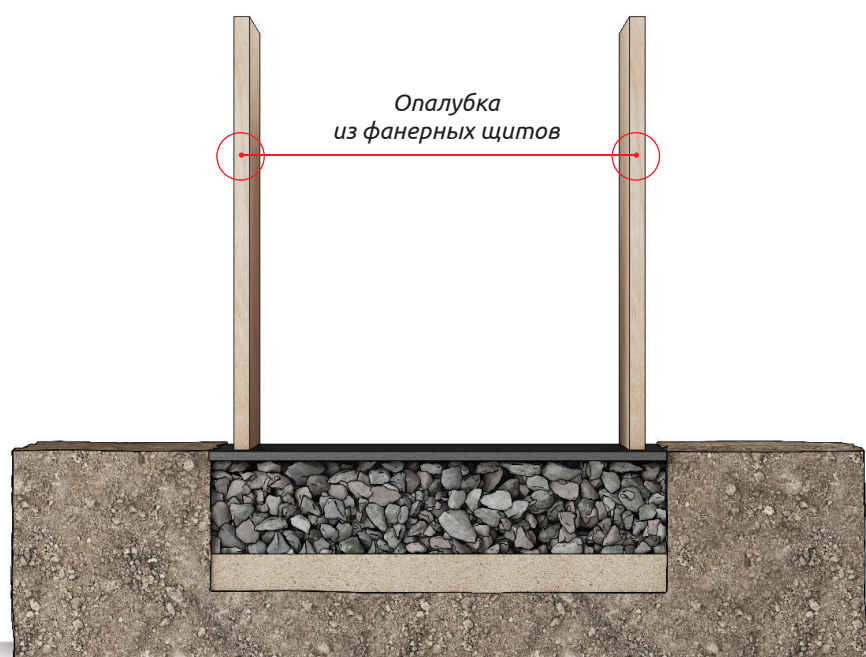

Рис. 7. Опалубка для выполнения бетонной обоймы.
7.1.4 Производится установка опалубки для бетонирования монолитной обоймы (Рис.7)